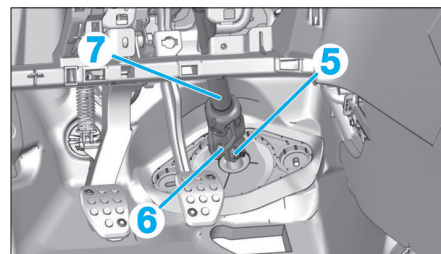

Fig. 24
- l'écrou (5) (Fig.24),
- la vis (6).
- Désaccoupler la colonne de direction (7) du boîtier de direction et l'écartier vers la gauche.